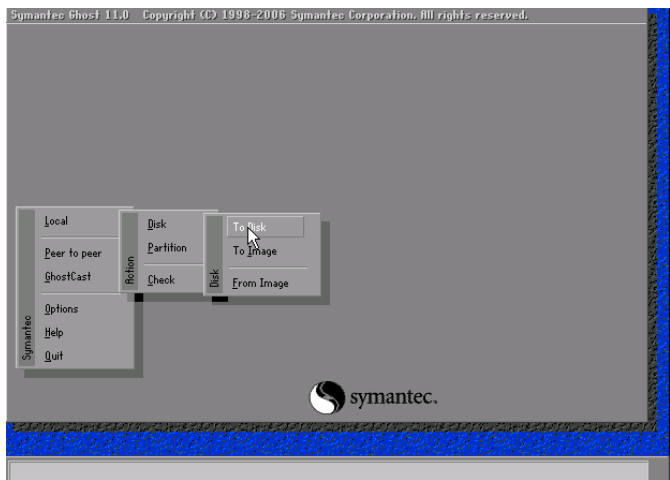
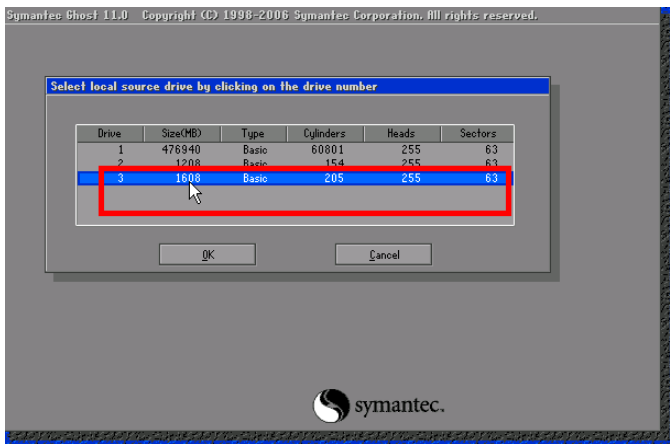

图 5-43 选择 Disk 到 Disk 复制
图 5-44 选择第二个硬盘
- (1) 准备工作做好后，我们将第二个硬盘的数据复制到第一个硬盘中，我们用的工具是 GHOST，或用 GHOST32。
- (2) 我们选择 Disk 到 Disk 复制，如图 5-43 所示。在出现的界面中我们选择第二个硬盘，如图 5-44 所示。